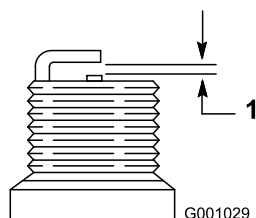

Figure 42
4. Réglez l'écartement des électrodes de la nouvelle bougie à 0,76 mm (0,030 po), comme montré à la Figure 42.